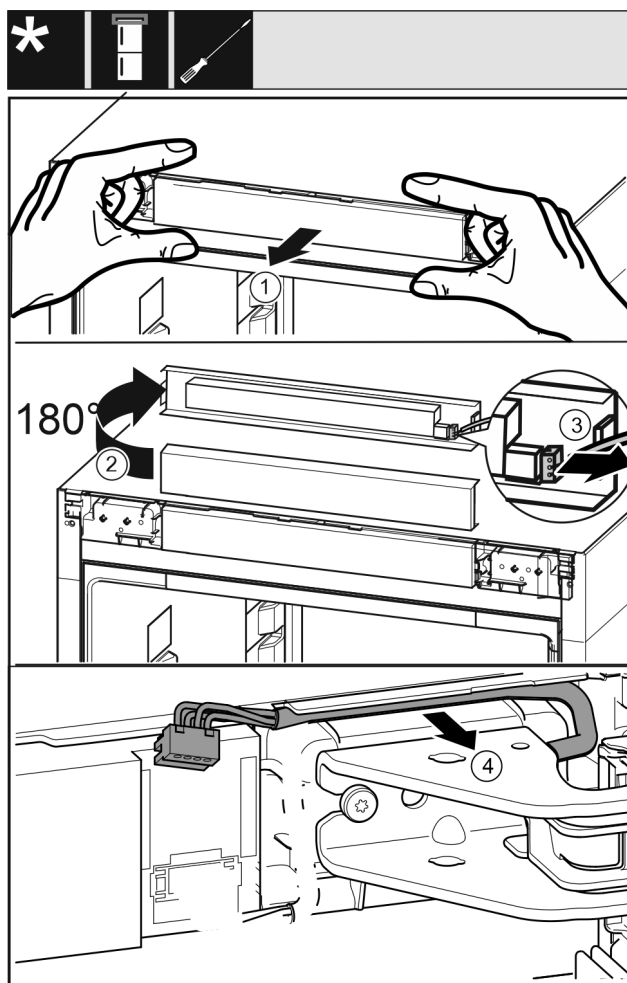

Fig. 23
- Panel Fig. 23 (1) opatrně povolte směrem dopředu.
- Panel Fig. 23 (2) otočte o 180° nahoru.
- Západku Fig. 23 (3) zatlačte dozadu a opatrně vytáhněte zástrčku.
- Kabel Fig. 23 (4) nad stojanem ložiska opatrně uvolněte z vedení.